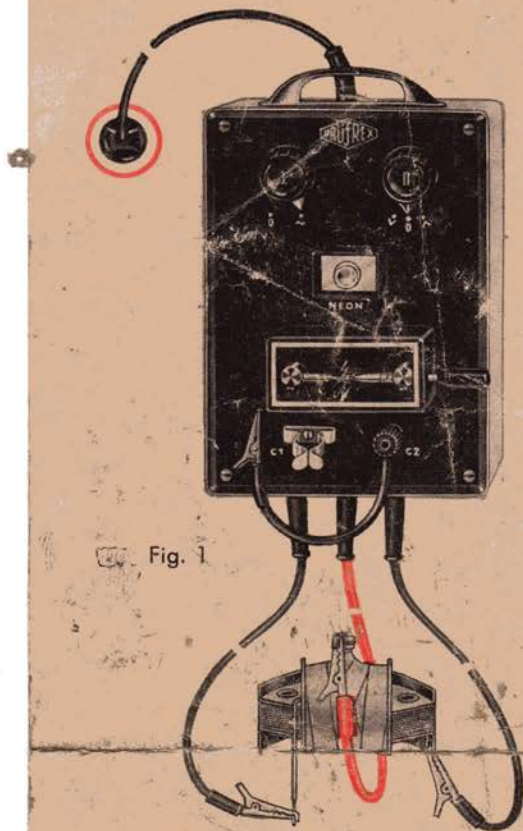

Fig. 1
2. Tændspolen tilsluttes som vist på fig. 1 el. fig. 2.